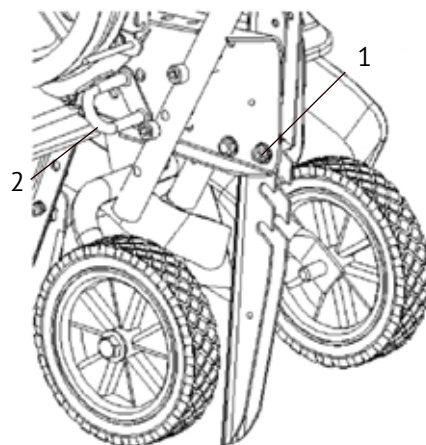

рис. 2
#### 3.1 Сборка колёс - рис.2:
- зафиксировать его в выбранном положении (имеет 3 фиксированных положения) болтами ( поз.1 рис.2);
На рис.2 показано положение опорного кронштейна с колёсами при транспортировке культиватора. В режиме вспашки необходимо вынуть рычаг фиксации (рис.2 поз.2), поднять кронштейн с колёсами и вставить рычаг фиксации в одно из 3-х отверстий (в зависимости от глубины вспашки).
- установить опорный кронштейн колёс в положение для транспортировки рис.2;